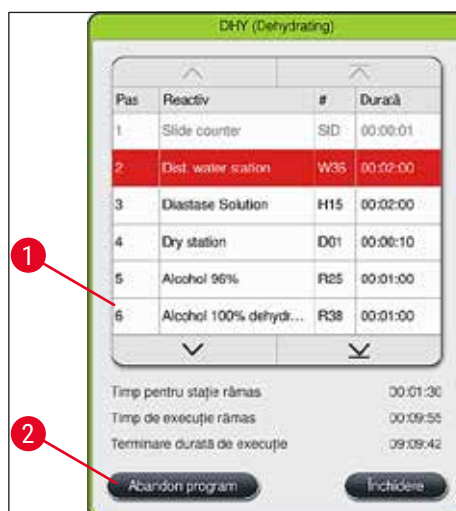

Fig. 92
2. Apare o listă cu pașii programului (→ "Fig. 92"); Pasul curent este marcat în roșu (→ "Fig. 92-1").